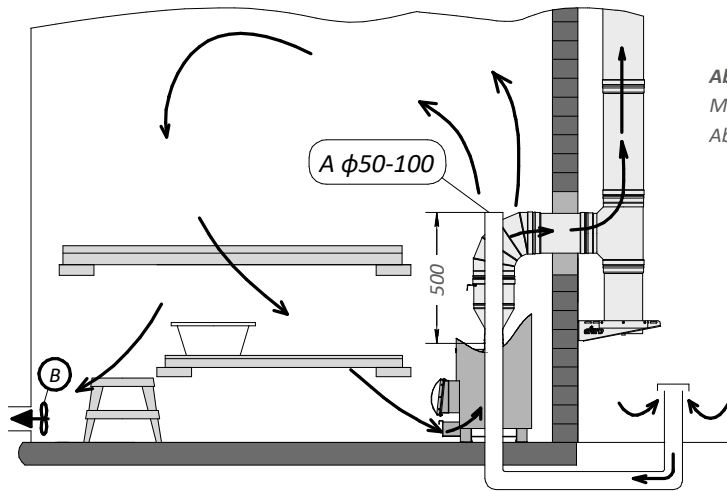

Abbildung 2.
2) Mechanische Abluftentlüftung (Abbildung 2):